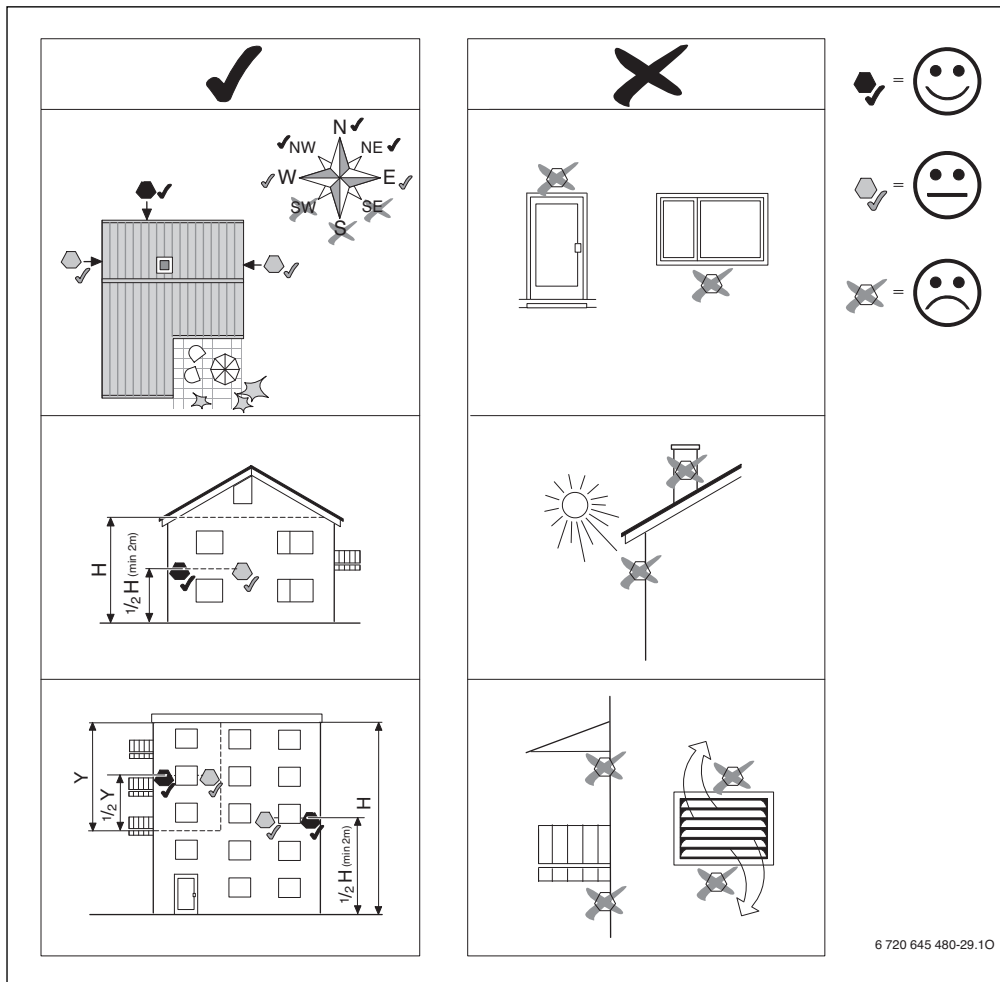

Bild 9 Installationsort des Außentemperaturfühlers (bei außentemperaturgeführter Regelung mit oder ohne Einfluss der Raumtemperatur)
- Die in Bild 9 dargestellten Punkte bei der Wahl des richtigen Installationsorts des Außentemperaturfühlers beachten.